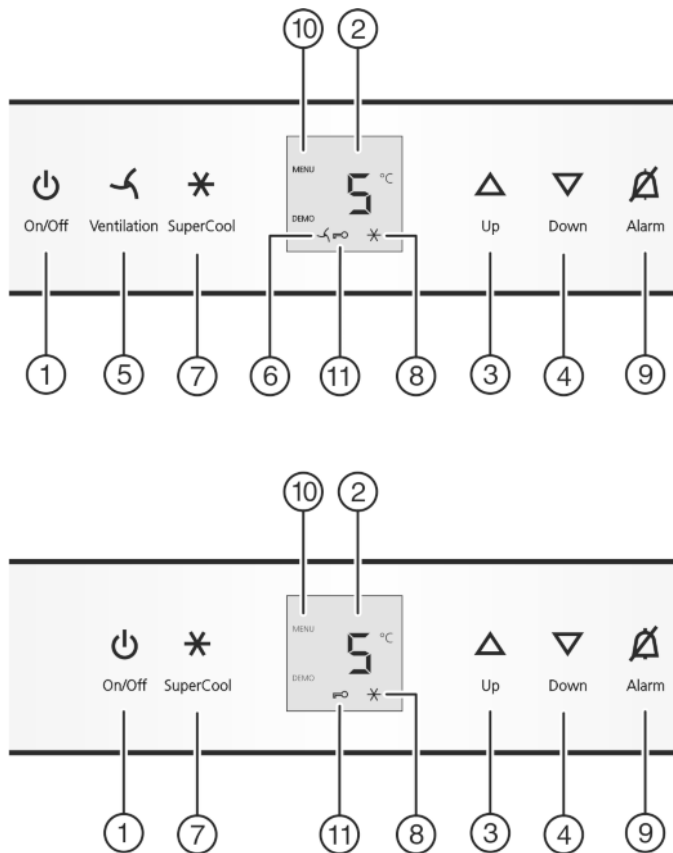

Fig. 2
- ▶ Taste On/Off Fig. 2 (1) drücken.
- ▶ Einstellmodus aktivieren: Taste SuperCool Fig. 2 (7) ca. 5 s drücken.
- ▶ Die Taste SuperCool Fig. 2 (7) kurz drücken, um zu bestätigen.
- ▶ Zum Einschalten der Kindersicherung Taste SuperCool Fig. 2 (7) kurz drücken.
- ▷ Das Symbol Kindersicherung Fig. 2 (11) leuchtet. In der Anzeige blinkt **c**.
- ▶ Zum Ausschalten der Kindersicherung Taste SuperCool Fig. 2 (7) kurz drücken.
- ▷ Das Symbol Kindersicherung Fig. 2 (11) erlischt. In der Anzeige blinkt **c**.
- ▶ Einstellmodus deaktivieren: Taste On/Off Fig. 2 (1) drücken.
- ▶ Taste Alarm Fig. 2 (9) drücken.
- ▶ Temperatur wärmer einstellen: Einstelltaste Up Fig. 2 (3) drücken.
- ▶ Temperatur kälter einstellen: Einstelltaste Down Fig. 2 (4) drücken.
- ▶ Taste SuperCool Fig. 2 (7) kurz drücken.
- ▷ Das Symbol SuperCool Fig. 2 (8) leuchtet in der Anzeige.
- ▷ Das Symbol SuperCool Fig. 2 (8) erlischt in der Anzeige.
- ▶ Taste Ventilation Fig. 2 (5) kurz drücken.